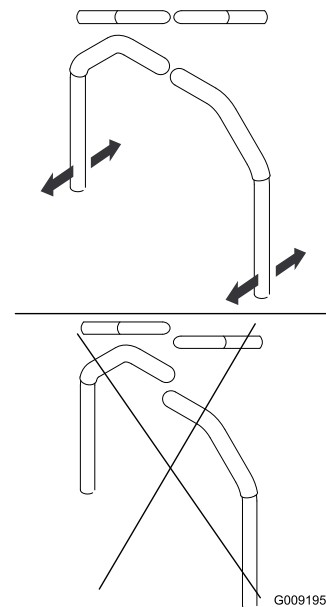

Figura 75
4. Allineate le leve latitudinalmente portandole assieme in folle e fatele scorrere finché non sono allineate, quindi serrate i bulloni (Figura 75).